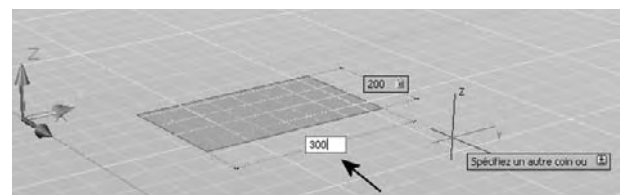

Fig.3.5
- 9 Entrez la largeur en tapant la dimension. Par exemple : 300 (fig.3.5).